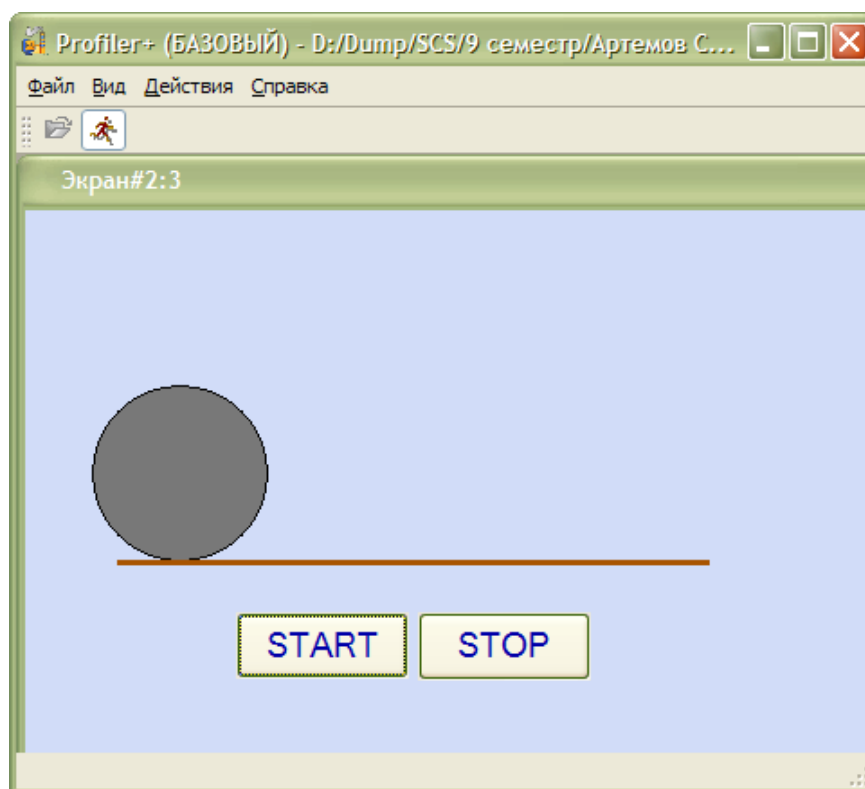

Рисунок 35.1 – Результат выполнения проекта
12. Сохраните проект (*Файл* → *Сохранить*). Сохраните проект для монитора реального времени (*Файл* → *Сохранить для MPB*). Запустите профайлер (*Файл* → *Отладка*). Результат выполненного проекта смотрите на рис. 35.1 и рис 35.2.